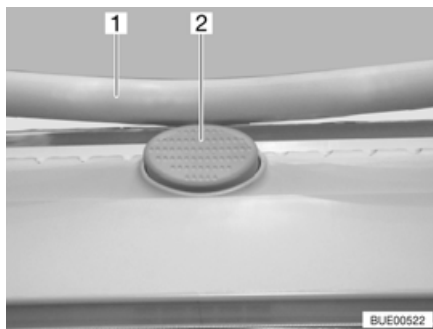

Fig. 107 Bouton de sûreté sur le lanterneau Heki
- Appuyer sur le bouton de sécurité (Fig. 107,2) et tirer l'étrier (Fig. 107,1) vers le bas avec les deux mains.
- Pousser l'étrier vers le haut avec les deux mains jusqu'à ce que ce dernier se trouve au-dessus du bouton de sûreté (Fig. 107,2).